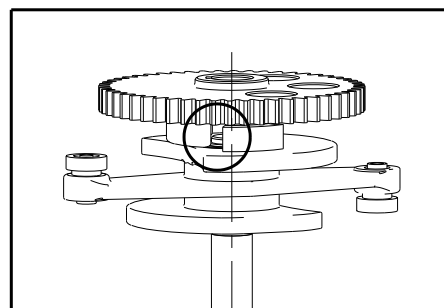

图 5-9 分接选择器和开关油室连接件安装图解
4. 将开关油室小心放置在分接选择器上部。(见图 5-9)
5. 对正两个联轴器的位置，上下联结件凸块对接时错开，注意不要顶撞。(见图 5-9)
6. 将开关油室和选择器安装孔对准，取出选择器包装箱附件箱内 6 个 M12 的螺栓、螺母（含垫圈，19 号扳手）进行连接。(见图 5-9)